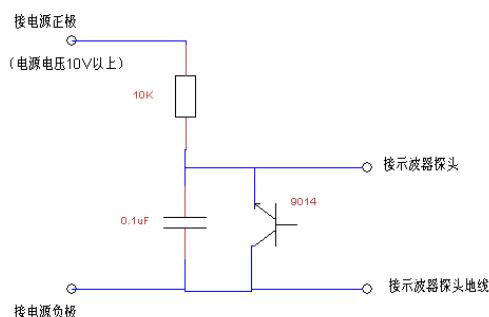

图 4
该练习的目的是了解触发的用法。图 4 是一个锯齿波产生电路（对于购买套件的客户该电路的元件是免费附送的），它接上 10V 以上电源就可以产生锯齿波。练习操作步骤：
- 1) 按图 4 连接电路，按图接上电源和示波器。